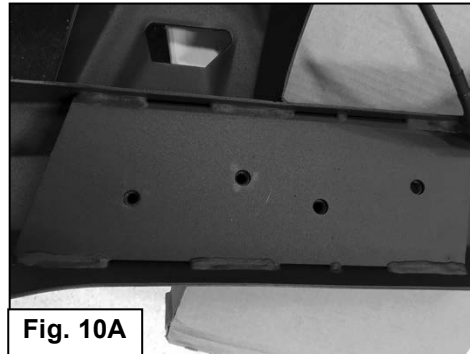

Fig. 10A
2. Ensuite, déballer prudemment le pare-buffle. Sélectionner le support de fixation du pare-buffle côté conducteur (**Figure 9**). Fixer le support à l'extrémité du pare-buffle en utilisant (2) ensembles de boulons (**Figures 10A et 10B**). Centrer la bride de fixation sur le support avec l'extrémité du tube du pare-buffle. Positionner les éléments, mais ne pas les serrer complètement. Répéter cette étape pour installer le support de fixation côté passager.